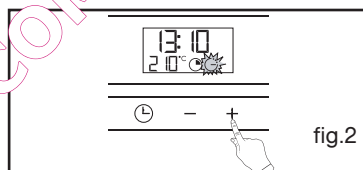

fig.2
Réglez l'heure en appuyant sur les touches + ou - (le maintien de la touche permet d'obtenir un défilement rapide) (fig.2).
Appuyez sur la touche "⌚" pendant quelques secondes jusqu'à ce que clignote l'afficheur (fig.2), puis relâchez. Des bips sonores indiquent que le réglage est alors possible.
Exemple : position  (fig.2).
L'affichage clignote à 0h00 pour indiquer que le réglage est alors possible (fig.2).
Exemple : fin de cuisson à 13h10 (fig.2).
- Ajustez le temps choisi en appuyant sur les touches + ou - (fig.2).
- Appuyez simultanément sur les touches + et - pendant une dizaine de secondes jusqu'à l'affichage de "CO" afin de rentrer dans le mode de réglage (fig.2).
Il suffit de positionner votre sélecteur de cuisson sur la position  "Pyrolyse" (fig.2).